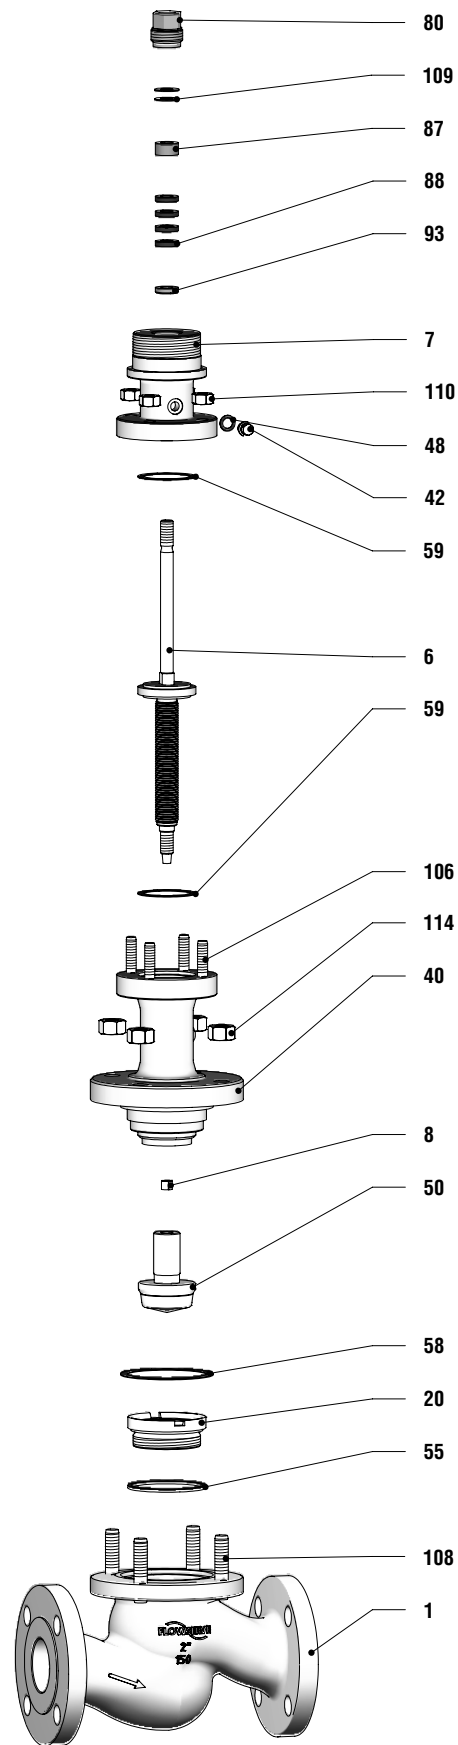

Abbildung 10: Zerlegen / Zusammenbau des Stellventils mit Balgeinheit Typ A (Ventilteile siehe Tabelle 13, Seite 17)
- 1. Sechskantmuttern (114) gegen Uhrzeigersinn lösen (siehe Abbildung 10: Zerlegen / Zusammenbau des Stellventils mit Faltenbalg-Ausatz Type A)
- 2. Gewindestopfbuchse (80) gegen Uhrzeigersinn lösen.
- 3. Tellerfedern (109) entnehmen.
- 4. Obere Spindelführung (87) entnehmen.
- 5. Ringmutter (siehe Abschnitt 16: Sonderwerkzeuge) auf die Spindel (50) aufschrauben und Aufsatz / Spindel vorsichtig aus dem Gehäuse heben.
- 6. Aufsatzdichtung (58) entfernen.
- 8. Einschraubstutzen (20) und Profildichtring (55) entfernen.
- 9. Aufsatzmuttern (110) gegen Uhrzeigersinn lösen.